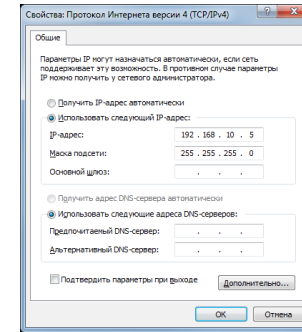

Рис. 12 Настройка сетевого подключения Windows
- в появившемся окне (рисунок 12) задать IP-адрес из диапазона локальных адресов (например, **192.168.10.5**), маску по умолчанию (**255.255.255.0**), остальные поля оставить пустыми, после чего подтвердить выбор кнопкой «OK».